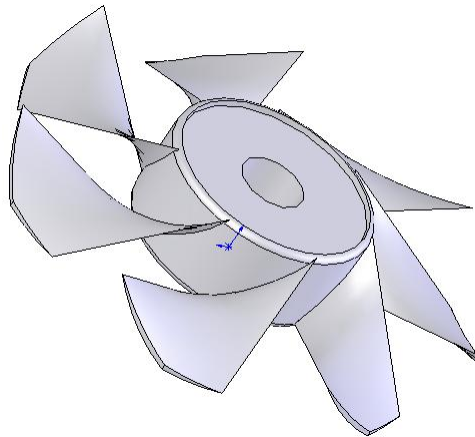

Рис. 5.1.21. Кінцева результат. Тривимірна твердотільна модель вертушки
- Створіть осьовий отвір діаметром 10мм. Кінцевий результат побудови на рис. 5.1.21